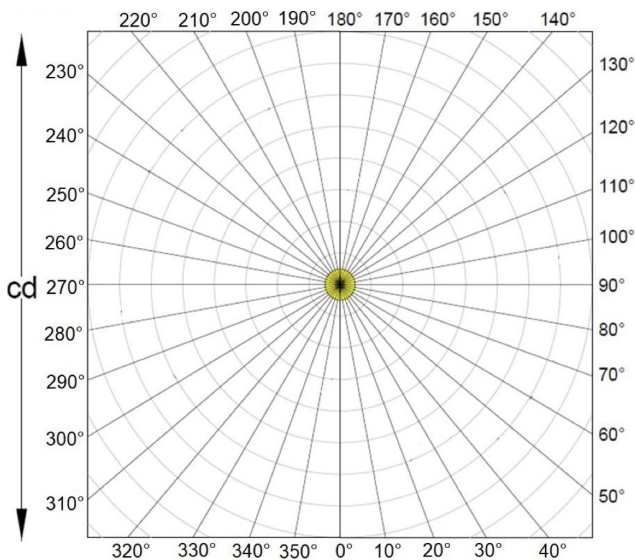
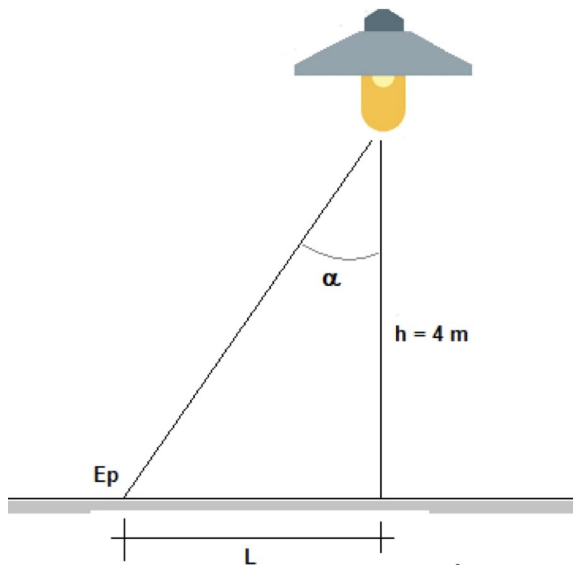
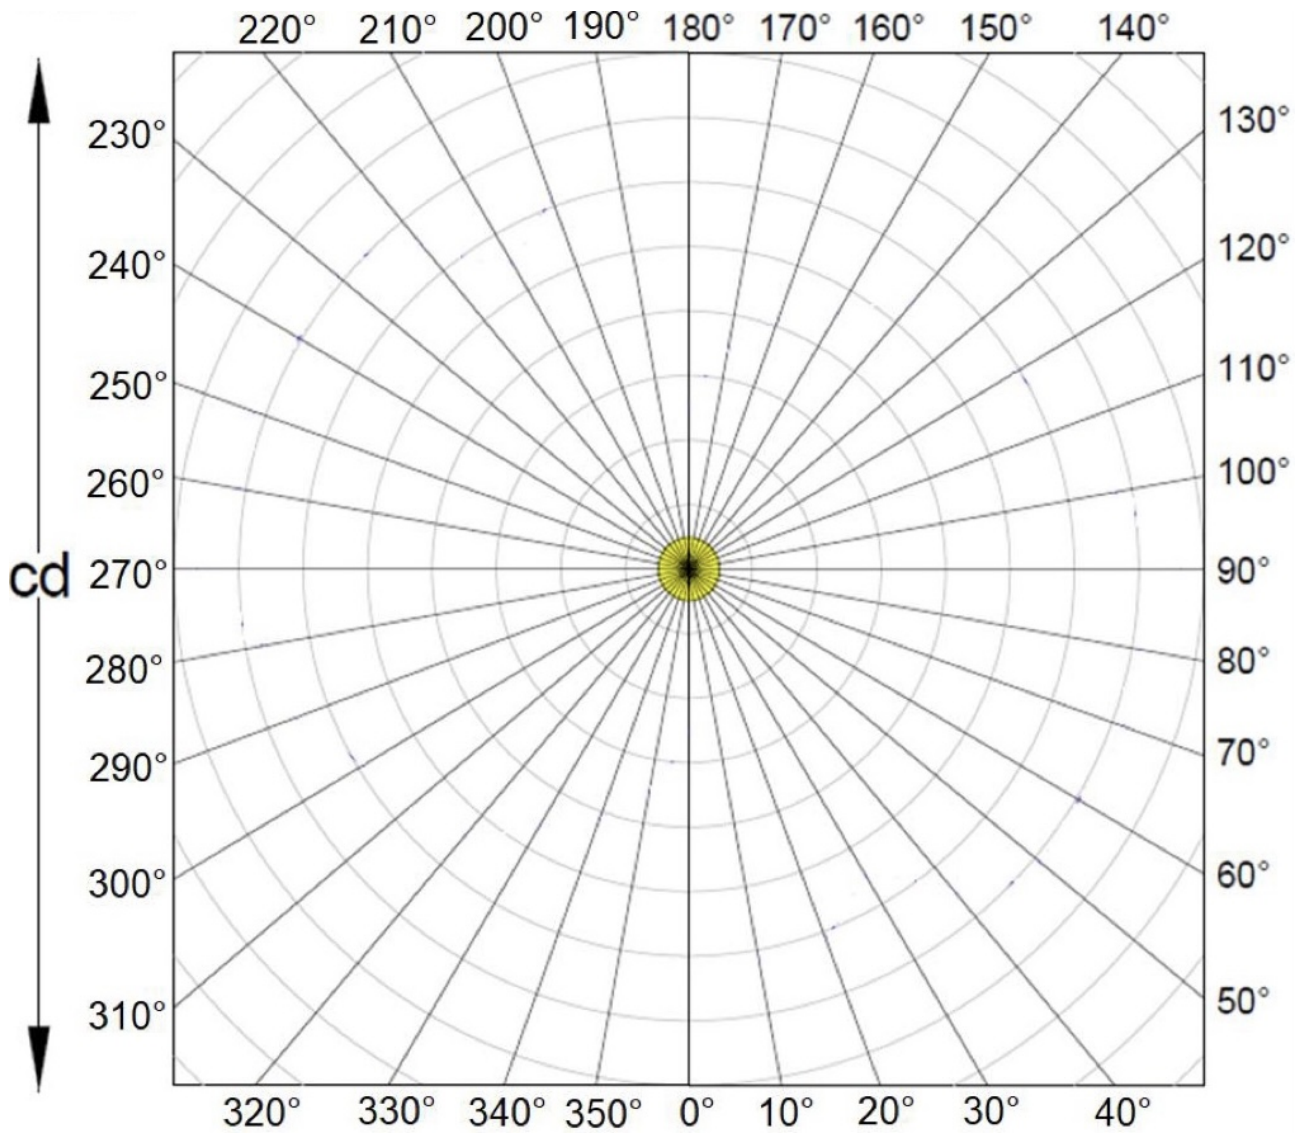

Figura 7: Coordenadas polares
Figura 8: Ejemplo
Figura 11: Coordenadas polares
5. Dibujar en el diagrama polar de la figura 7 las coordenadas de ángulo e intensidad luminosa para construir la curva fotométrica del luminario utilizado.
- Use la curva de distribución polar de la figura 7 (o **Figura 11**) y considere que el luminario se instala a 4 m de altura para determinar la iluminación puntual en los siguientes casos: (ver figura 8).